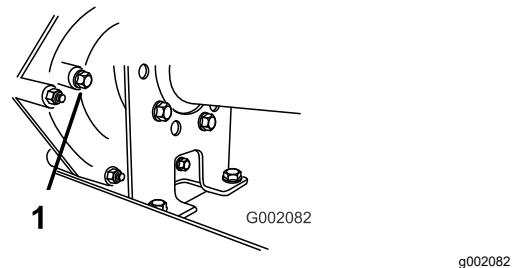

Figura 56
2. Rimuovete il bullone dal foro di indicazione del livello (Figura 56).